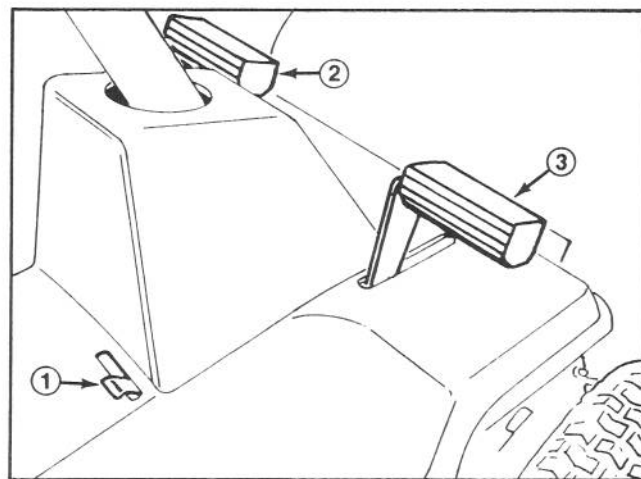

Figure 6
Pédale d'embrayage (Fig. 6)
Pédale de frein (Fig. 6)
Frein de stationnement (Fig. 6)
1. Enclencher le frein de stationnement (Fig. 6); se référer à la section *Utilisation du frein de stationnement*.
2. Bouger le levier du frein de stationnement vers la gauche pour relâcher la pédale de frein, jusqu'à ce qu'elle rencontre l'extrémité du levier du frein de stationnement (Fig. 6).
3. Pour relâcher le frein de stationnement, enfoncer la pédale de frein (Fig. 6), ce qui permet au levier du frein de stationnement de revenir au point mort. Relâcher ensuite la pédale de frein.